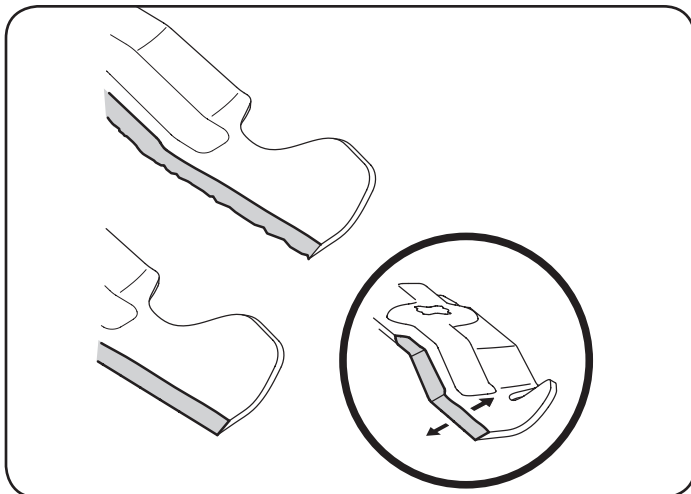

Figura 45
4. Para afilar las cuchillas de corte de forma adecuada, extraiga cantidades iguales de metal de ambos extremos de las cuchillas a lo largo de los bordes cortantes, paralelo al borde de caída y a un ángulo de 25° a 30°. Afíle siempre cada borde de las cuchillas de corte de forma pareja para mantener un equilibrio adecuado entre las mismas. Vea la Figura 45.